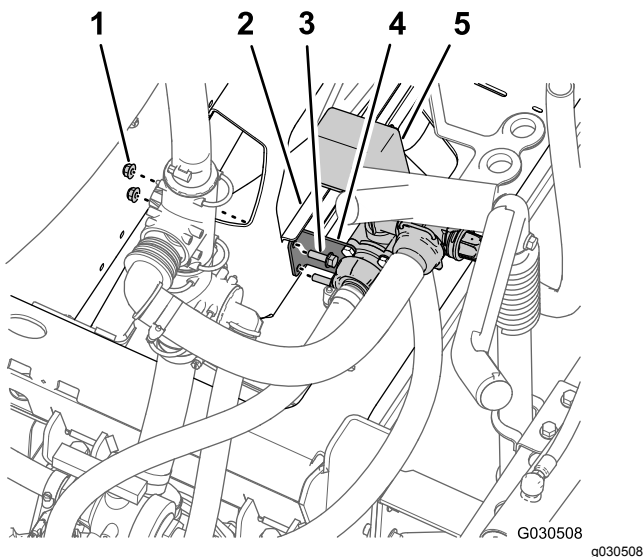

図 68
7. 攪拌用のサポートブラケットをマニホールドマウントに固定しているフランジロックナット5/16"2個とフランジヘッドボルト5/16 x 1"2本を外す 図 68。